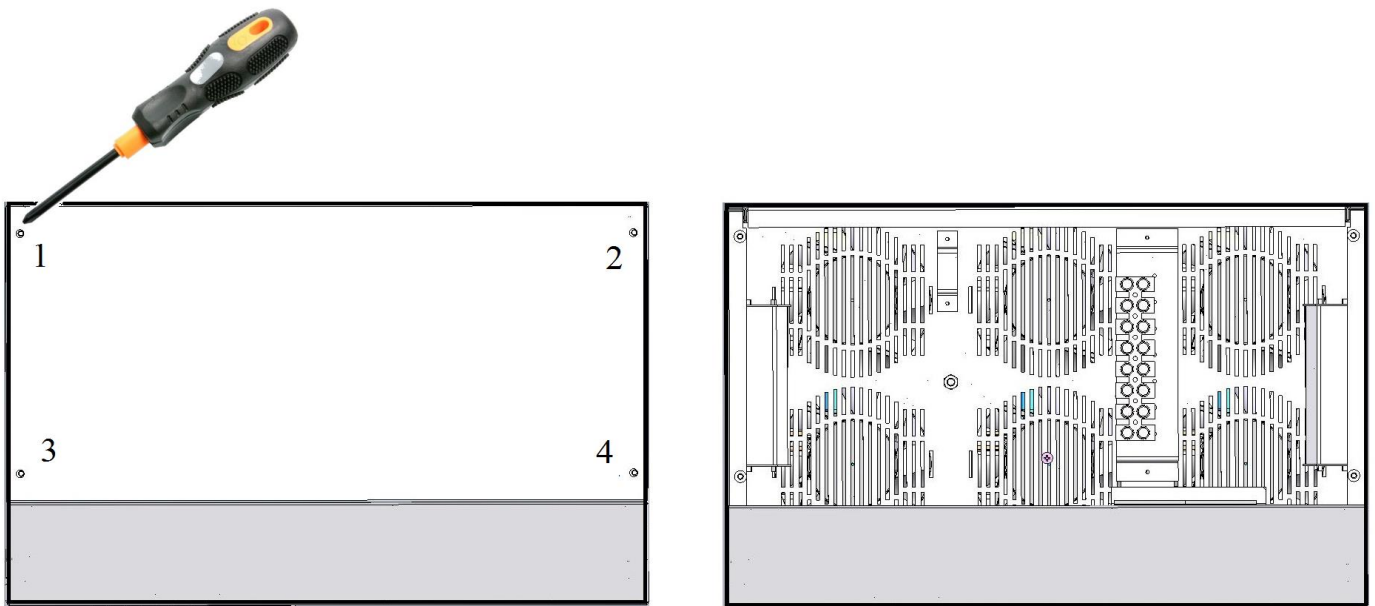

Рисунок 7. Схема зняття захисної кришки зверху корпусу стабілізатора
2. За допомогою викрутки відкрутити 4 гвинти захисної кришки з верхньої частини стабілізатора для доступу до клемної колодки (див. рисунок 7).